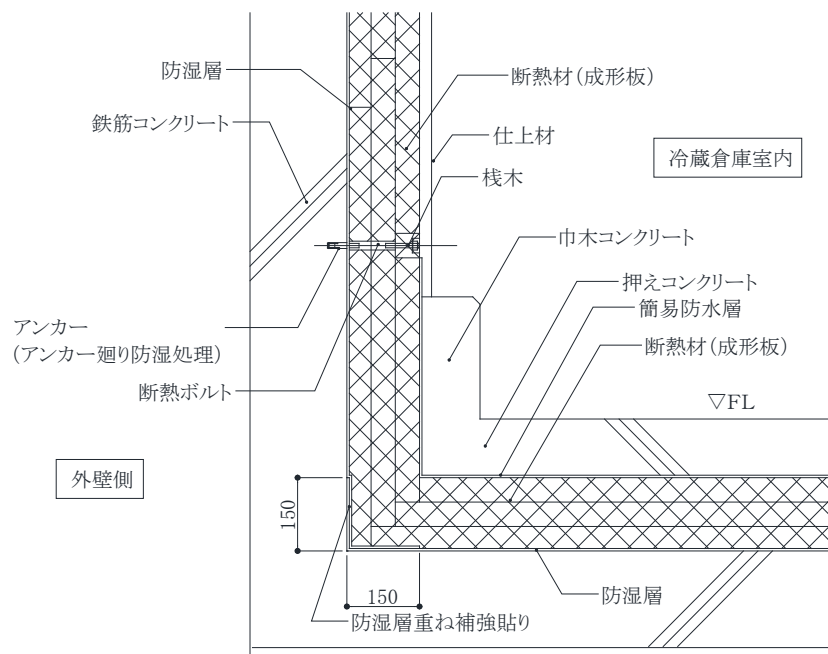
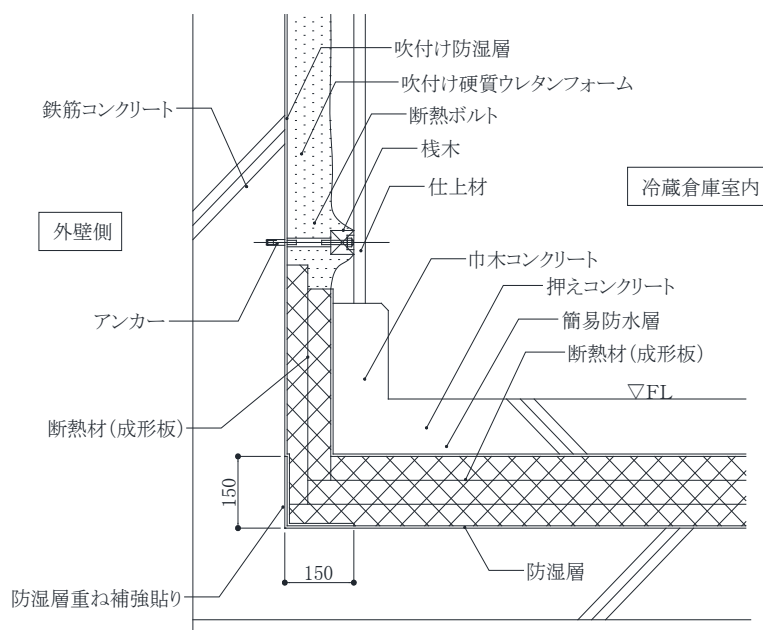

図 A-18 成形板の断熱材を使用した場合の施工例
図 A-19 壁吹付け硬質ウレタンフォームを使用した場合の施工例
4) 壁断熱と床断熱の取り合いは、次の方法による。(図 A-18、A-19)
築造式冷蔵倉庫の床断熱材は、床耐荷重(圧縮強さ)の要求から成形板で断熱層を構築することが一般的である。従って、壁断熱材と種類が異なることもある。床断熱材と壁断熱材がともに成形板の場合を図 A-18 に、壁断熱材が吹付け硬質ウレタンフォームの場合を図 A-19 に示す。